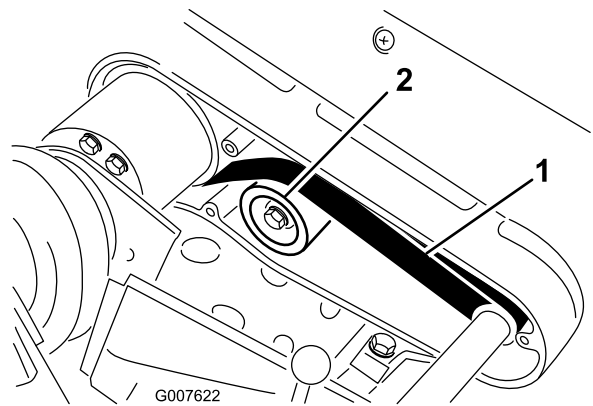

Bild 45
2. Bringen Sie eine Kraft von 22-26 N in der Mitte zwischen den Riemenscheiben (**Bild 45**) auf den Riemen an.
- A. Lösen Sie die Befestigungsmutter der Spannscheibe und drehen Sie die Spannscheibe nach rechts gegen die Rückseite des Riemens, bis Sie die gewünschte Riemen Spannung erzielt haben (**Bild 45**).